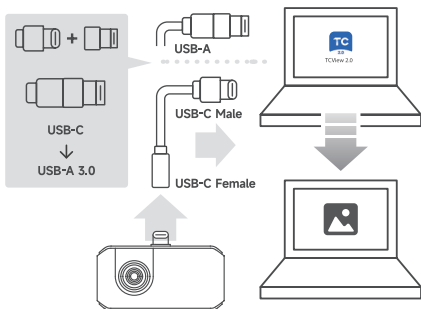

Abb. 3.2.1
2. Verbinden Sie die M192 Kamera mithilfe des mitgelieferten Adapterkabels mit einem Windows-basierten Computer (siehe Abbildung 3.2.1).